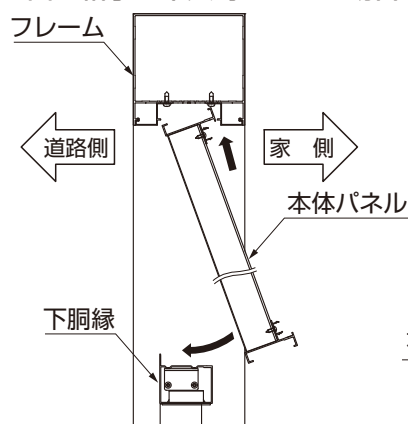
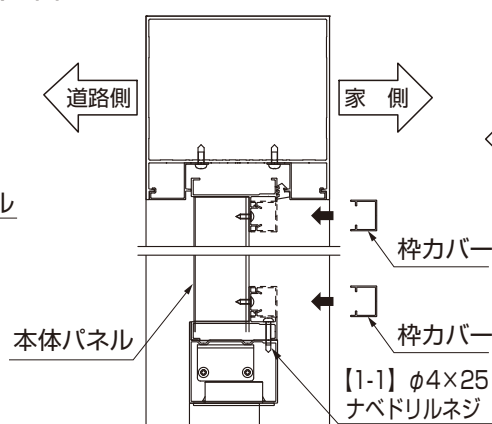

図5-13
図5-14 A部詳細図
- ①本体パネル端部用を取付面の両端に上側からフレームに差し込み、下胴縁に乗せて【4-1】で取付けてください。（図5-13参照）
- ②本体パネル追加用を①で取付けたパネルの間に同手順で取付けてください。
- ③枠力バーを本体パネルにはめ込んでください。（図5-14参照）
- 本体パネルは家側からフレームに組み込んでください。（図5-13参照）